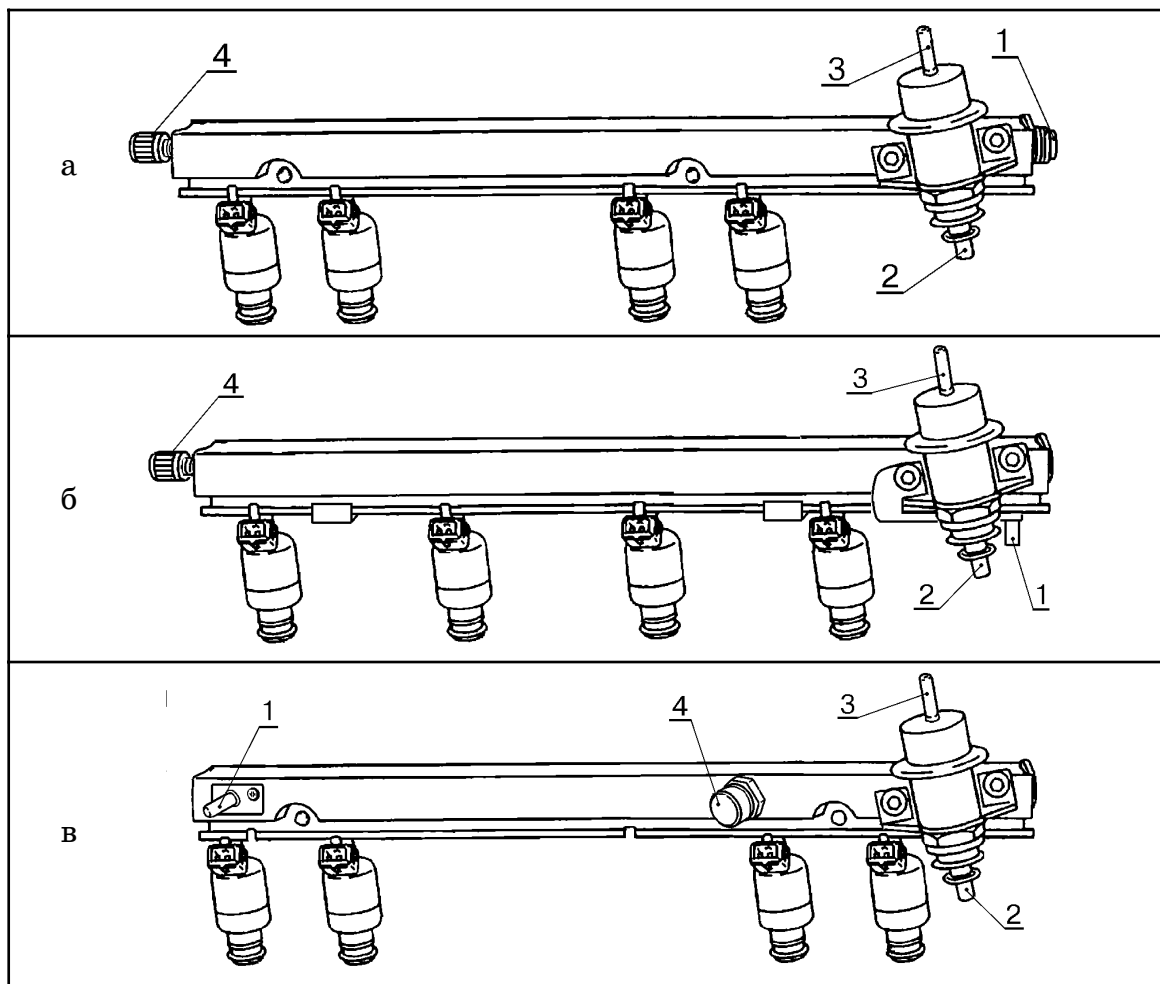

Рис.18 Рампа форсунок:
**Рампа форсунок**, рис.18, представляет собой полую планку с установленными на ней форсунками и регулятором давления топлива. Рампа закреплена на впускной трубе двигателя. На рампе форсунок расположен закрытый резьбовым колпачком штуцер 4 для контроля давления топлива.